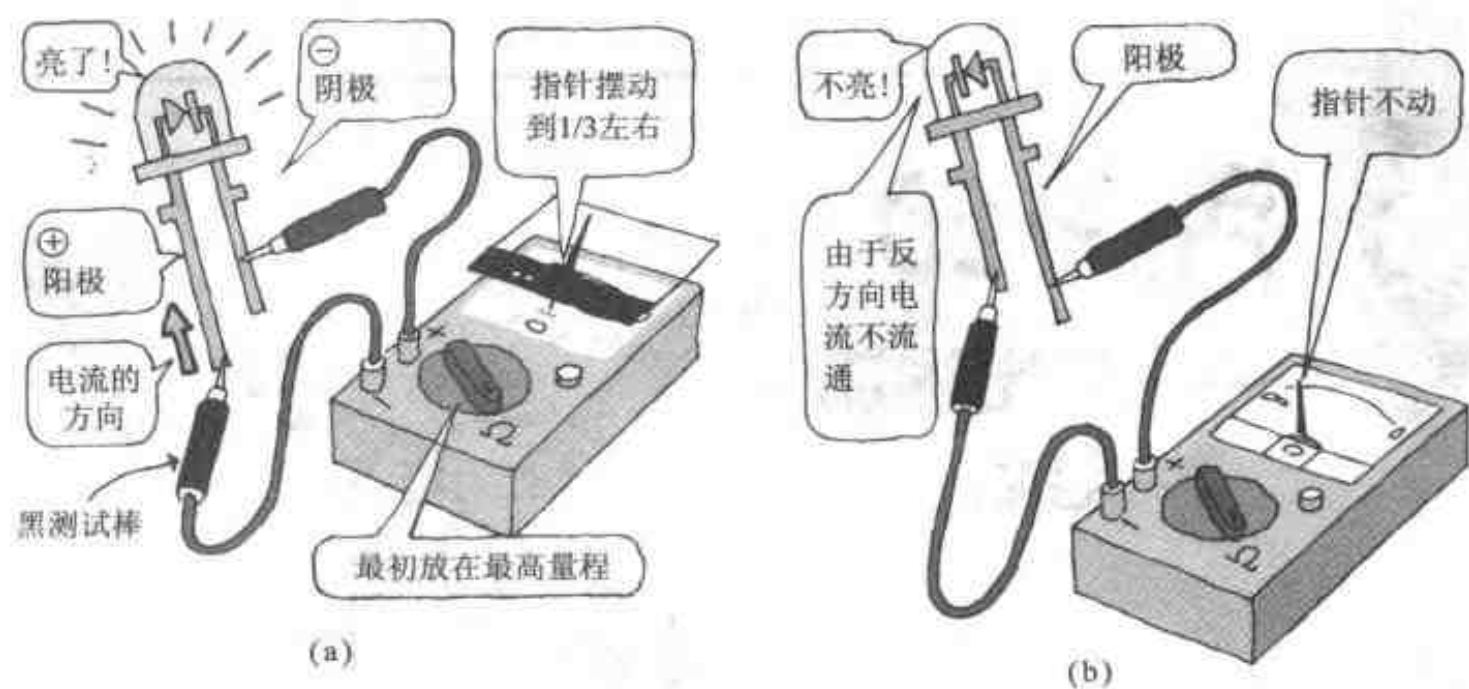

图3 用万用表检查极性
如图 3 所示,当将黑测试棒触向 LED 的阳极,红测试棒触向 LED 的阴极时,万用表的指针就摆动(由于万用表内的电池,电流正向流过 LED)。由于万用表处于电阻的最高量程,所以电流很小,若要了解是否发光,可将 Ω 量程下降,就能够清楚地看到发光的情形。
④ 如图 3(b)所示,当将两个测试棒互换,接触相反一侧时,万用表的指针不摆动,LED 不发光。